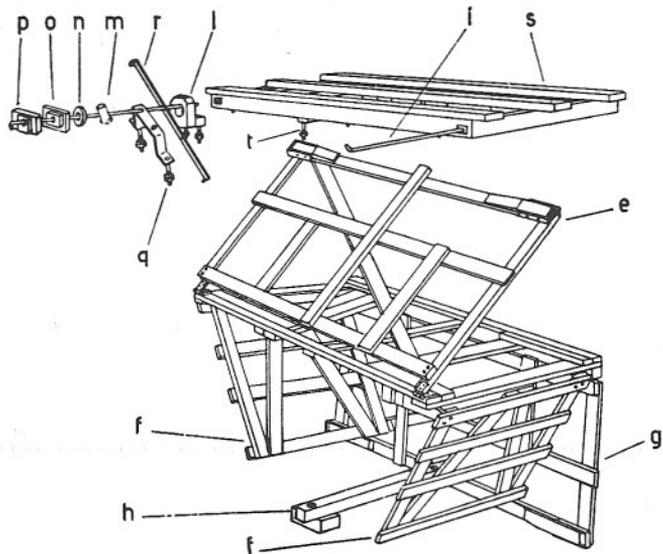

Fig. 2/B - Approntamento gabbia per la restituzione
Restituzione dell'imballaggio (ved. fig. 2/B).
- Ribaltare la fiancata sinistra « e » sulla parte superiore della gabbia e le due testate « f » sotto la parte superiore; quindi ribaltare nello stesso senso la fiancata destra « g » e piazzare al centro del « pacco » così ottenuto la traversa « h » (se prevista dal tipo di gabbia, come illustrato in fig. 2/B) in modo che essa rimanga impegnata tra le due testate, tra la parte superiore e la fiancata destra.